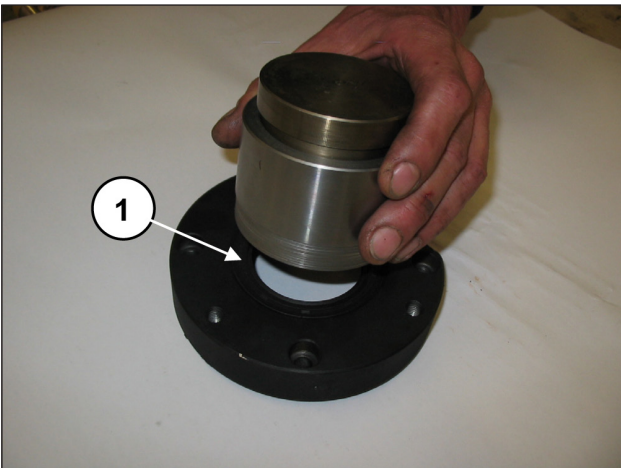

Fig. 63
Insérer le joint d'étanchéité radial dans le couvercle du coussinet de PTO à l'aide de l'outil réf. 27539500 (rep. ①, Fig. 63).